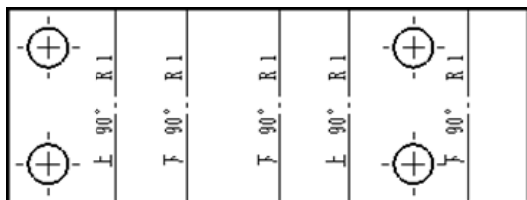

图 8.5.2 创建展开视图
(1) 在 **方向(O)** 区域中选中 ☒ **(A) 平板型式** 复选框, 再选中 ☒ **预览(P)** 复选框, “模型视图”对话框中弹出“展开选项”选项。其他参数采用系统默认设置值。
(2) 放置视图。将鼠标指针放在图形区, 选择合适的放置位置单击以生成展开视图, 如图 8.5.2 所示。